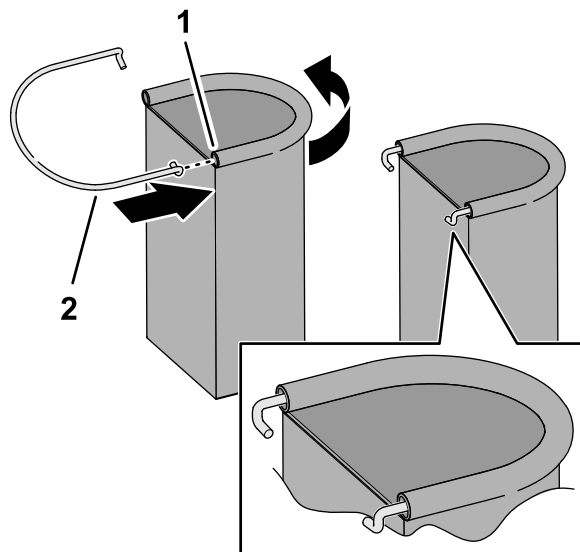

Figura 22
1. Inserte una varilla de aro en el conducto de la bolsa para guardar EPI, tal y como se muestra en la Figura 22.